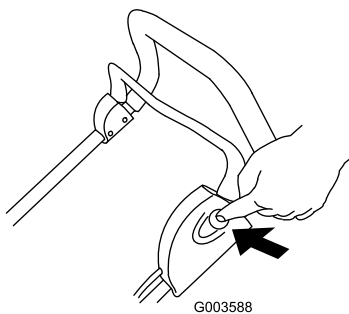

Figura 15
3. Presione el botón situado en el lado izquierdo del manillar (Figura 15).